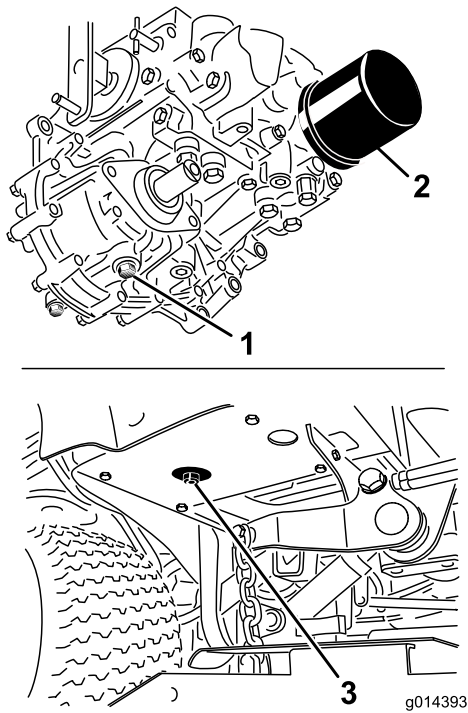

Рисунок 49
3. Поместите под гидравлический бак и корпус трансмиссии большой поддон и удалите пробки; слейте всю гидравлическую жидкость (Рисунок 49).
- Очистите область вокруг фильтра гидравлического масла и снимите фильтр (Рисунок 49).